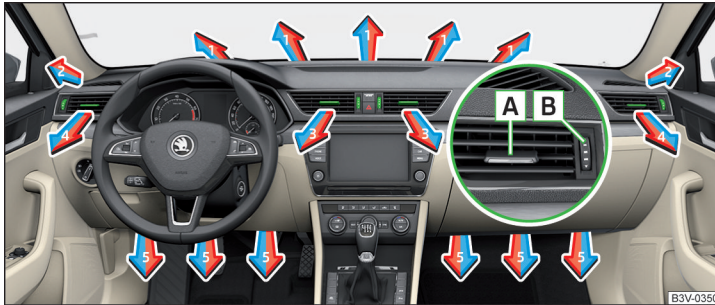
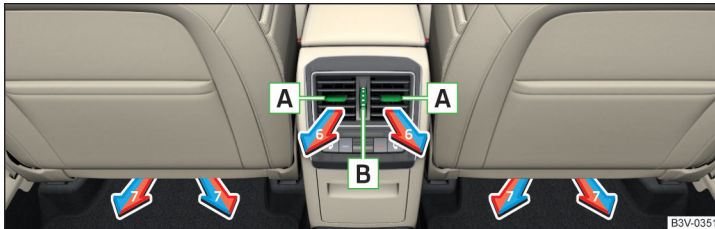

Abb. 146 Luftaustrittsdüsen vorn
Abb. 147 Luftaustrittsdüsen hinten
Bei den Luftaustrittsdüsen **3, 4** » Abb. 146 und **6** » Abb. 147 kann die Luftströmungsrichtung geändert und die Düsen können auch einzeln geöffnet und geschlossen werden.
Die Einstellung der Luftstromrichtung erfolgt durch das Verschieben des Verstellelements **A** » Abb. 146 bzw. » Abb. 147 in gewünschter Richtung.
- Zum **Öffnen** den Regler **B** » Abb. 146 bzw. » Abb. 147 nach oben drehen.
- Zum **Schließen** den Regler **B** » Abb. 146 bzw. » Abb. 147 nach unten drehen.
| Richtung des Luftaustritts einstellen | Luftaustrittsdüsen » Abb. 146 und » Abb. 147 |